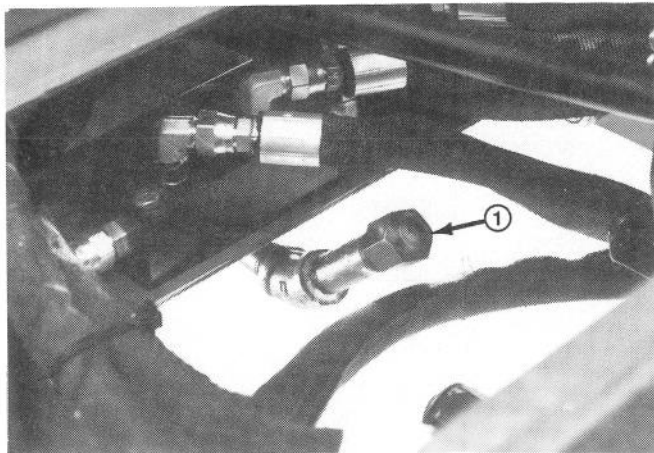

Fig. 13
2. Skru målepindsdækslet (Fig. 13) af transmissions påfyldningsrør. Tør målepinden af med en ren klud. Skru målepinden ind i påfyldningsrøret. Tag målepinden ud og kontrollér oliestanden.